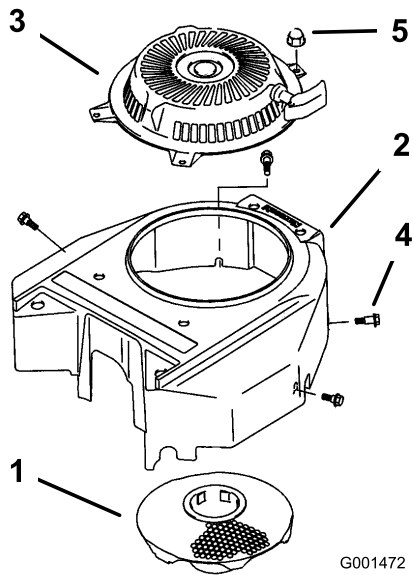

Figure 49
3. Retirez la grille d'entrée d'air, le lanceur et le boîtier du ventilateur (Figure 49).
5. Retirez la grille d'entrée d'air, le lanceur et le boîtier du ventilateur (Figure 49).